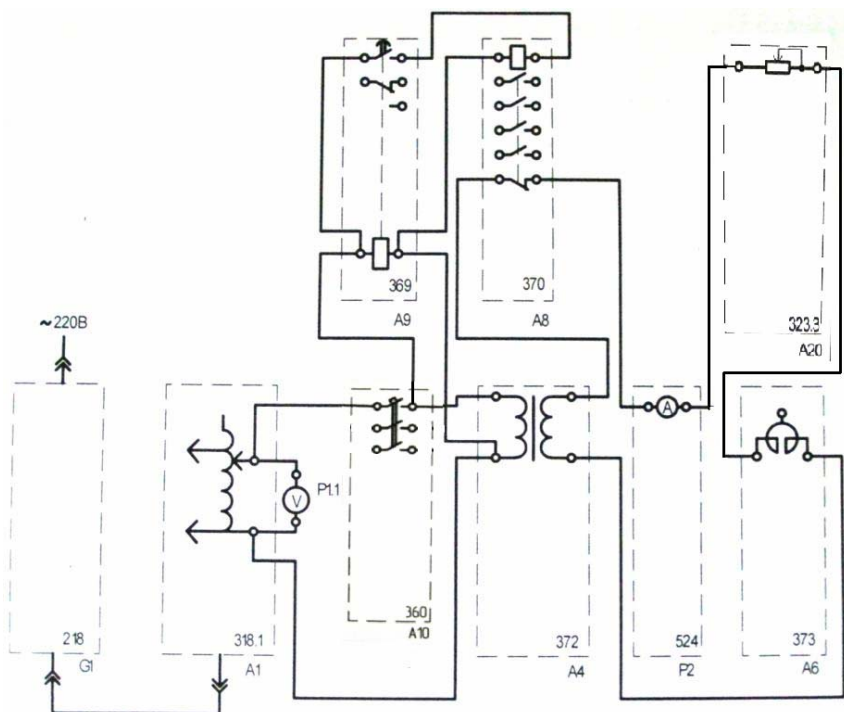

Рис. 2.1. Схема электрическая соединений для исследования зависимости выдержки времени от уставки электромеханического реле времени
**К пункту 1.2.** Схема электрическая соединений элементов стенда приведена на рис. 2.1.
*Примечания к схеме на рис. 2.1*